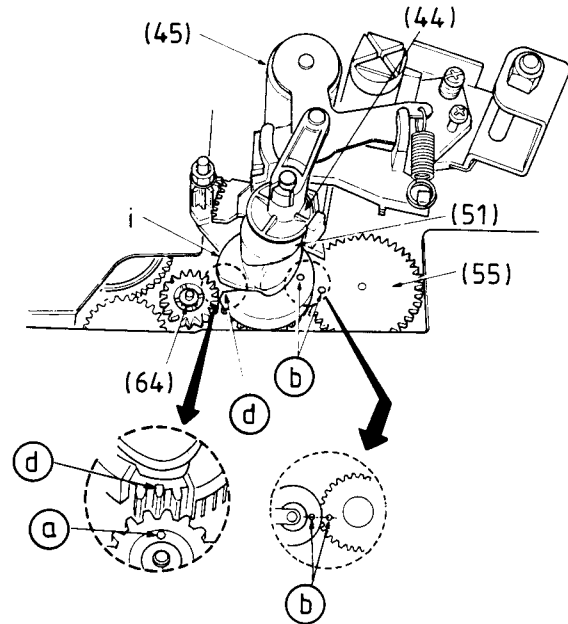

Fig. 63
- Rollenhebelantrieb (51) so einsetzen, daß die Ecke "i" des P5-Hebels (53) in der Aussparung des Rollenhebelantriebs liegt (Fig. 63). Die Markierungsnase (d) am Zahnrad des Rollenhebelantriebs und das Markierungsloch (a) des Untersetzungs Zahnrads (64) müssen gegenüberstehen. Außerdem müssen die Markierungs-löcher (b) des Funktionswahlschalters (55) und des Zahnrades des Rollenhebelantriebs (51) gegenüberstehen.
- Andruckrolleneinheit (45) und Sicherungskappe (44) einbauen.
- Fit the Roller Lever Drive (51), so that the corner "i" of the P5 Lever (53) lies in the cut out on the Roller Lever Drive (Fig. 63). The marked nose (d) on the toothed gear of the Roller Lever Drive and the marked hole (a) on the Reduction Toothed Gear (64) must be aligned towards each other. In addition, the marked holes (b) on the Mode Select Switch (55) and on the tooth gear of the Roller Lever Drive (51) must be aligned towards each other.
- Fit the Pressure Roller Assembly (45) and the Securing Cap (44).